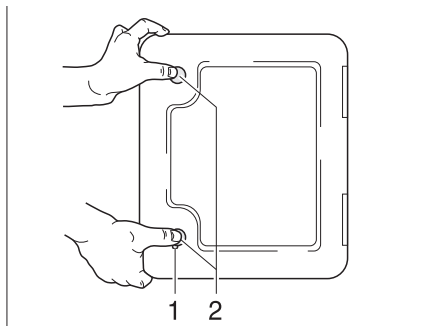

Fig. 143 Sportello per la cassetta della toilette
- Aprire lo sportello della cassetta all'esterno del veicolo. Inserire la chiave nel cilindro della serratura a pressione (Fig. 143,1) e ruotare di un quarto di giro.
- Premere contemporaneamente con i pollici entrambe le serrature a pressione (Fig. 143,2) e aprire lo sportello per la cassetta.